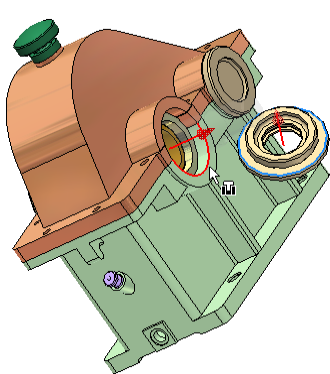

图 10-36 插入约束示意图
①单击【装配】标签栏【零部件】面板上的【放置】工具按钮，打开“打开”对话框，选择 4 种不同类型的端盖零件（文件名为“端盖 1-1.ipt”、“端盖 2-2.ipt”、“端盖 3-3.ipt”和“端盖 4-4.ipt”），将其分别装入到当前工作环境中。
②以端盖 1-1 为例，单击【装配】标签栏【位置】面板上的【约束】工具按钮，打开“放置约束”对话框，装配类型选择为【插入】，选择图 10-36 中所示的轴承孔的外侧表面和端盖零件